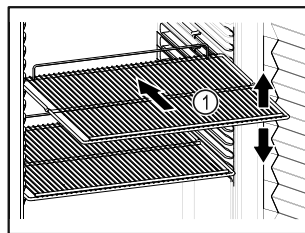

Fig. 65 Приблизне відображення
- ❑ Якщо решітки для зберігання Fig. 65 (1) знімні, відрегулювати по висоті.